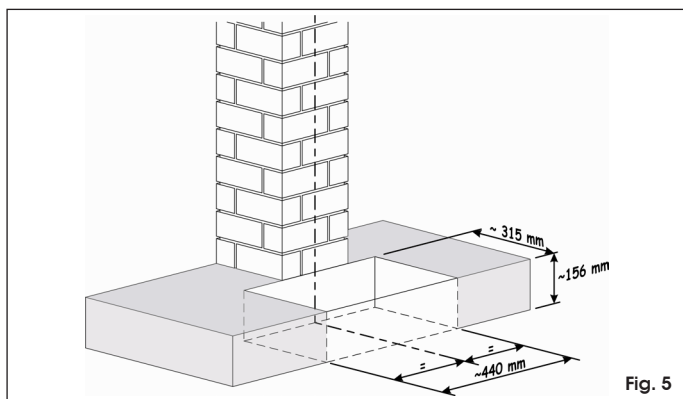

Fig. 5
1. Creuser une tranchée comme indiqué Fig. 5.